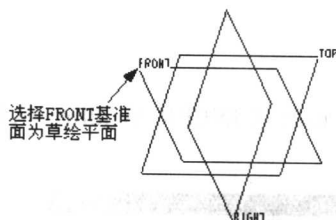

图 1-5 选择草绘平面
4. 选择如图 1-5 所示 *FRONT* 基准面为草绘平面。